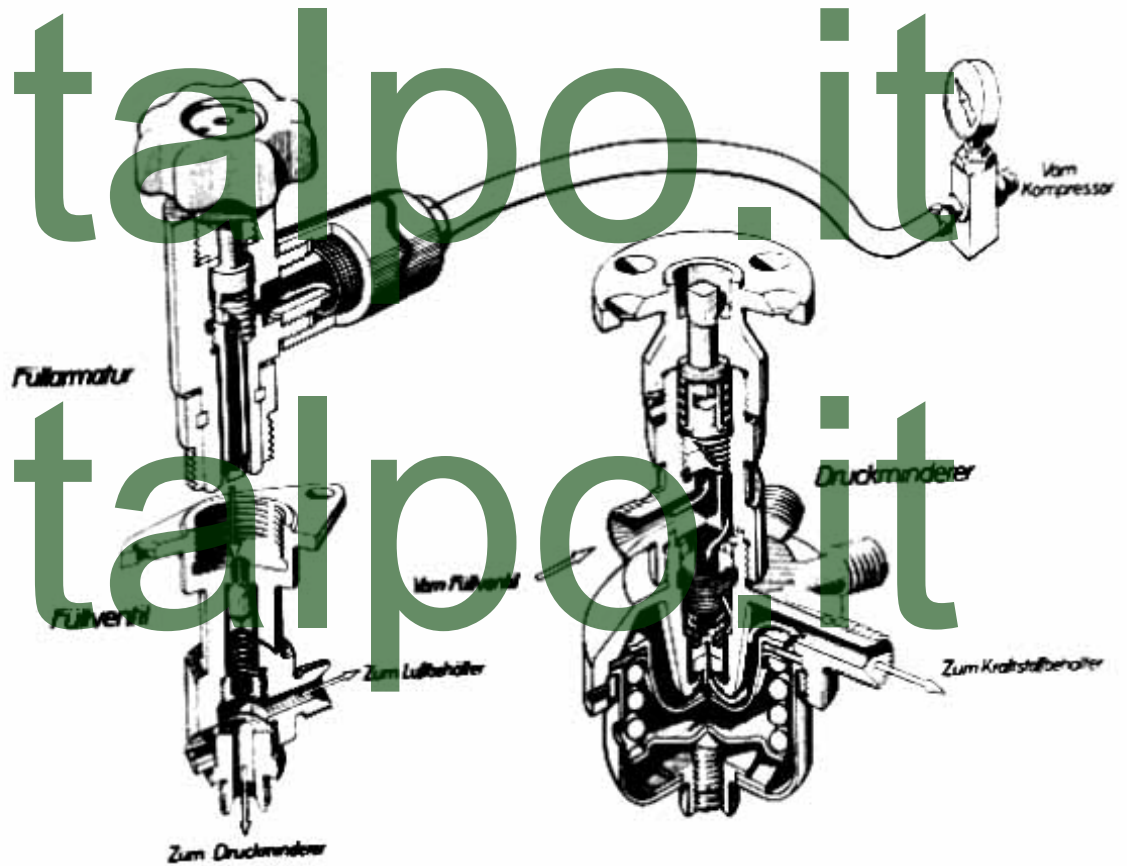

Abb. 5: Geräte für Druckluftversorgung
Zur Unterdrucksetzung des Kraftstoffbehälters wird Druckluft benötigt, die den beiden Bordluftbehältern entnommen wird. Diese werden vor dem Start mit insgesamt 150 Liter Druckluft von 160 atü gefüllt. Während des Fluges entspannt sich die Luft in diesen Behältern, da mit ihr der Kraftstoffbehälter gefüllt wird und als zweiter Verbraucher noch die Kurssteuerung vorhanden ist. Die Aufgabe, während der Entspannung des Luftbehälterdrucks von 160 auf etwa 20 atü, den Kraftstoffbehälter- und Steuerungsdruck auf $6,0 \pm 0,5$ atü konstant zu halten, übernimmt der Druckminderer (siehe Abbildung 5). Die Leitung vom Luftbehälter führt über das Füllventil zum Hochdruckanschluß des Druckminderers. Bei Öffnung des Hochdruck-Absperrventils durchströmt die Luft den Druckminderer und verläßt ihn auf der Niederdruckseite mit 6 atü. Vor dem Kraftstoffbehälter befindet sich noch ein Rückschlagventil, welches verhindern soll, daß bei vollgetanktem Behälter auf dem Transport und bei Schräglage auf dem Geschütz Kraftstoff in den Druckminderer zurückfließt, von wo aus er in die Steuerungsgeräte gelangen und Funktionsstörungen verursachen könnte.
- a) Der Aufschlagschalter: vor Einbau ist die Schutzkappe des Membrankopfes zu entfernen (Abb. 5).